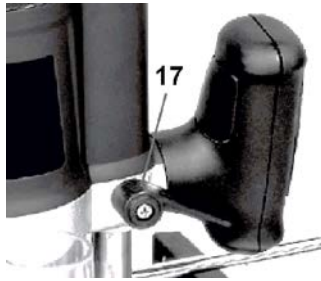

Рисунок 3
2.2.1 Загальний вид виробу наведений на рисунку 1. Конструкція виконана на основі однофазного колекторного двигуна змінного струму з несучим корпусом. Корпус складається з основної пластикової частини, в якій розташована верхня опора ротора, електрична частина виробу, рукоятки керування (3,11) та несучої металевої частини (4). Несуча частина корпусу включає передню опору ротору та забезпечує робочий рух виробу у вертикальній площині по 2-м циліндричним направляючим з можливістю фіксації важелем (17, рис. 3). Пластиковий корпус має верхню кришку з вентиляційними отворами (15). Корпус (4) несе механізм обмежувача глибини фрезерування в складі упору з шкалою (12), механізму точного регулювання (13), фіксатора обмежувача глибини фрезерування з маховичком (10). Вертикальні направляючі закріплені на базовій металевій опорі виробу, на якій також розташований поворотний 7-ступеневий упор обмежувача глибини фрезерування, приєднувальні гнізда з фіксаторами (5) для направляючих додаткового упору та захисний кожух зони різання (6). Вал ротору двигуна одночасно є шпинделем з кнопкою блокування (8) до якого приєднується змінний цанговий патрон (7). Електрична частина виробу складається з колекторного однофазного електродвигуна змінного струму, вимикачів електроструму (2), регулятора швидкості (1), з'єднувальних проводів і мережевого шнура. Захист від ураження електричним струмом користувача у виробі відповідає класу II за ДСТУ EN 61140:2015.
- послабити важіль фіксації глибини фрезерування (17, рис. 3);
- зафіксувати налаштовану глибину фрезерування важелем (17, рис. 3).
4.2.2 Послабте важіль фіксації налаштування глибини фрезерування (занурення фрези) (17, рис. 3).
4.2.4 Надійно закріпіть важіль фіксації налаштування глибини фрезерування (17, рис. 3), повернувши його у положення фіксації.